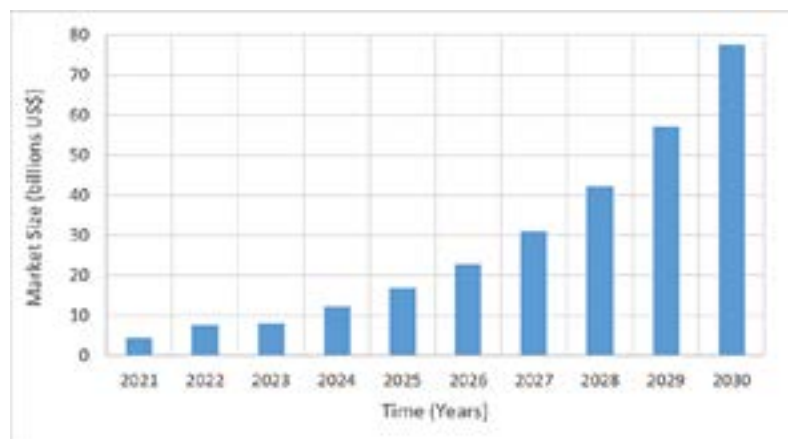

Figura 1. Tamaño del mercado de auriculares de RA y RV*.
La demanda de experiencias inmersivas de realidad virtual (RV) y realidad aumentada (RA) continúa creciendo, impulsada por los avances en la tecnología de pantallas, la integración de sensores y el procesamiento de baja latencia. La Figura 1 muestra el tamaño del mercado de los visores de RV y RA, denominados colectivamente dispositivos de realidad extendida, en los últimos años y su crecimiento proyectado para los próximos años.